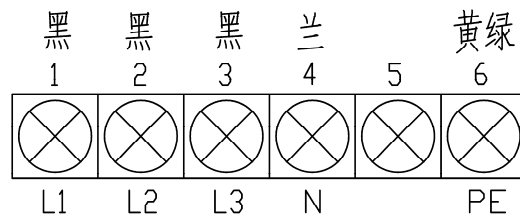

图 3
- 1、电源安装：请按铭牌提示电压、功率选择电源插座，选择 1.5mm2或以上的电线接入电控柜底部的电源进线端子上，如图 3 所示。L1、L2、L3 表示 A、B、C 三相线(三相线为黑色)，N 为零线（零线为兰色），PE 为地线（地线为黄绿线）。